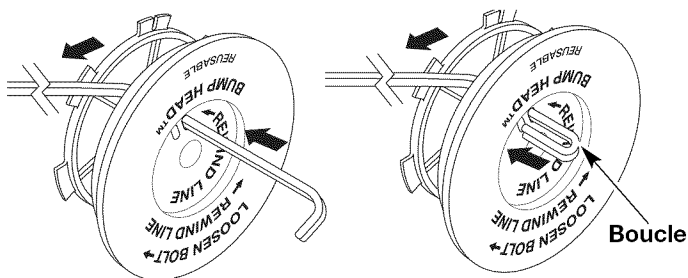

Fig. 33
8. Découpez environ 3 m (10 pi) de fil neuf. Insérez une extrémité de fil dans l'un des deux trous du moulinet intérieur (Fig. 33). Tirez le fil jusqu'à ne laisser que 10 cm (4 po) environ.
9. Insérez l'autre extrémité du fil dans le trou ouvert du moulinet et tirez sur le fil pour que la boucle soit le plus petit possible (Fig. 33).